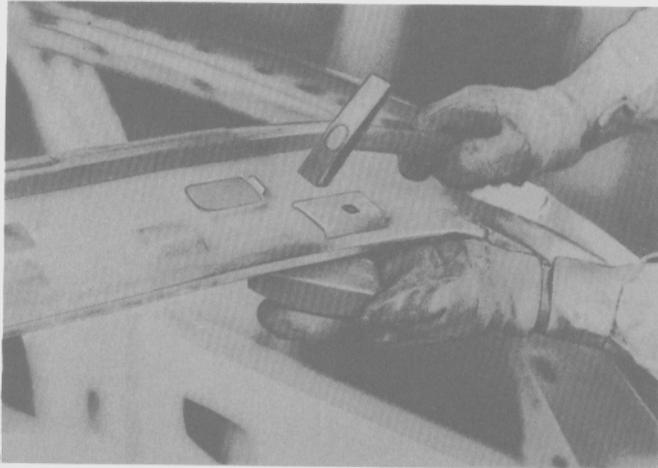

Fig. 50
- Enderezar las pestañas soldadas por puntos, con un martillo y un "aguantador" (Fig. 50).